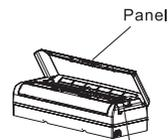

Ilustración 55
1. Levantar el panel de la unidad interior y retirar el tornillo, luego quitar la cubierta plástica. (Ilustración 55)